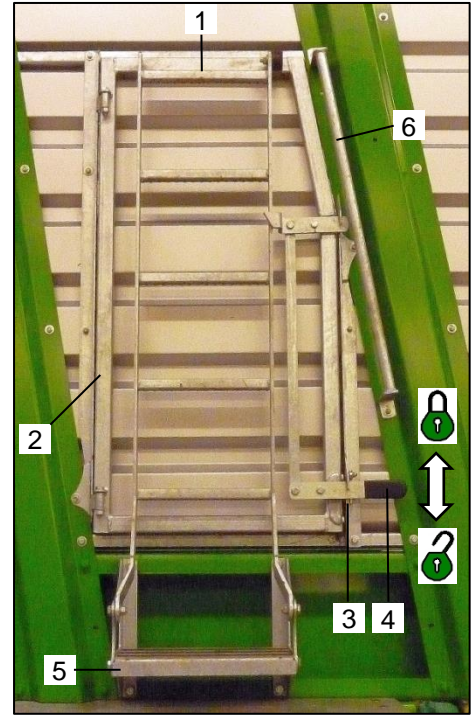

Bild 25: Aufstiegsleiter und Einstiegstür
Beim Herabschwenken der Aufstiegsleiter (Bild 25 / Pos.1) und Öffnen der Laderaumtür (Bild 25 / Pos. 2) ist wie folgt vorzugehen:
- Mit einer Hand die Aufstiegsleiter (Bild 25 / Pos.1) gegen ein unbeabsichtigtes herunterklappen sichern und mit der anderen Hand die Sicherung (Pos. 3) nach hinten drücken und den Hebel (Bild 25 / Pos.4) durch nach unten ziehen entriegeln .
- Die Aufstiegsleiter (Bild 25 / Pos.1) mit beiden Händen nach unten schwenken, bis sie komplett am Aufstandstritt (Bild 25 / Pos.5) anliegt.
- Die Einstiegstür (Bild 25 / Pos. 2) komplett öffnen und mit dem Hebel (Bild 25 / Pos.4) die geöffnete Einstiegstür (Pos.2) gegen unbeabsichtigte Bewegung durch nach oben Führen des Hebels (Bild 25 / Pos. 4) verriegeln .
- Beim Betreten und Verlassen des Laderaums den Handgriff (Bild 25 / Pos. 6) verwenden.